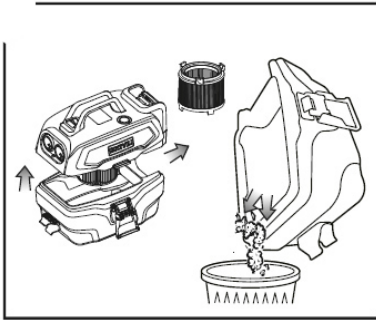

Abb. 9: Reinigung
Schritt 1: Die Verschlussklappen auf beiden Seiten des Gehäuses öffnen. Die gesamten Komponenten des Geräteoberteils nach oben heben (Abb. 9).
Schritt 2: Tippen Sie den Schmutzfangbehälter, um den Inhalt des Behälters auszuschütten (Abb. 9).